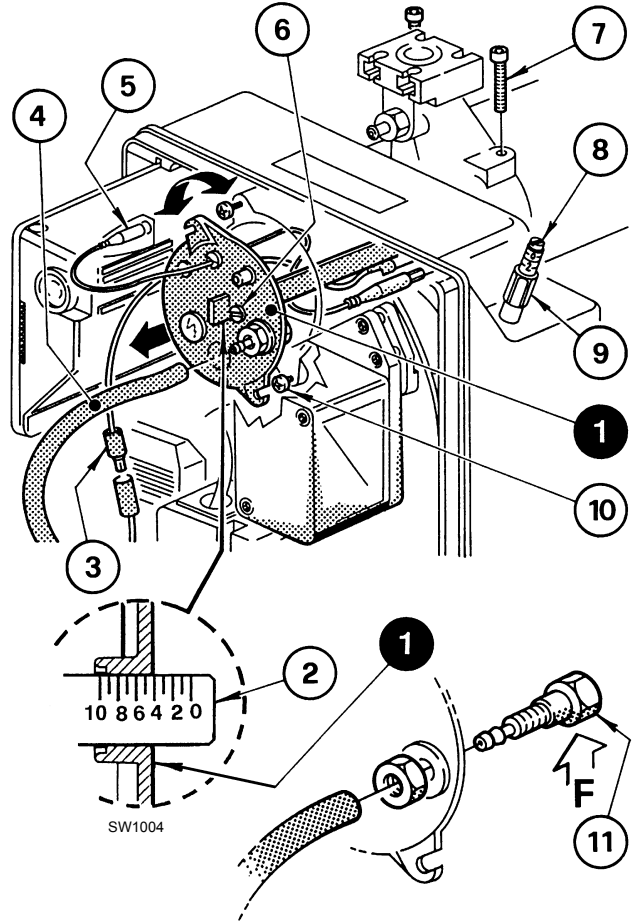

Fig. 11
Se realiza girando en el sentido de las agujas del reloj o en sentido contrario el tornillo de regulación 6)(Fig. 11), hasta que la muesca hecha en la brida de regulación 2) coincida con el plano externo del grupo cabezal 1).
En la Fig. 11, la brida de regulación del cabezal está regulada en la muesca 4.
Para extraer el grupo cabezal (Fig. 11) es necesario:
Volver a montar siguiendo el mismo procedimiento antes descrito en el orden inverso, colocando el grupo cabezal 1)(Fig. 11) en su posición original.
Enroscar los tornillos 7)(Fig. 11) sin apretarlos hasta que hagan tope. Después apretarlos con el par de torsión de 3 - 4 Nm.
Si la toma de presión del aire (11) (Fig. 11) se aflojase accidentalmente, reapretarla asegurándose que el orificio (F) (Fig. 11) situado en la parte interna del grupo cabezal (1)(Fig. 11) esté orientado hacia abajo.